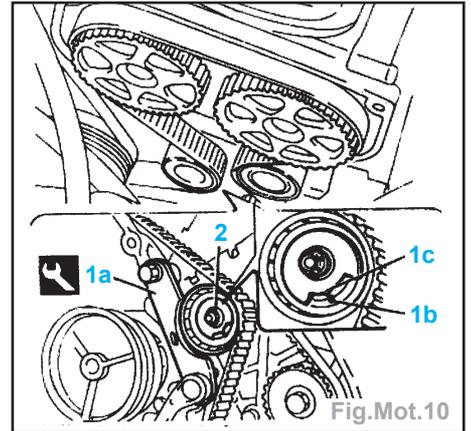

Fig.Mot.10
façon à ce que le repère mobile (1b) soit en alignement avec le repère (1c), serrer au couple l'écrou (2) (Fig.Mot.10).